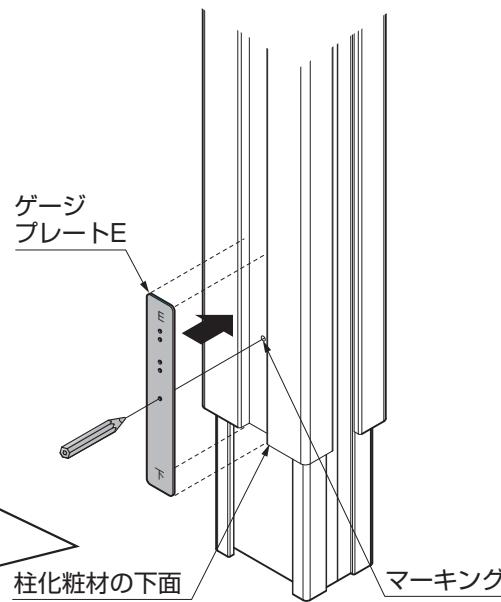

图4-10
①パネルを入れる側の面の柱の底面にゲージプレートEの下面を合わせ、印をつけてください。(図4-10参照)
②下桟受け部品の取付け方は「**4-2 埋込仕様（T-08～T-12）の場合**」を参照してください。